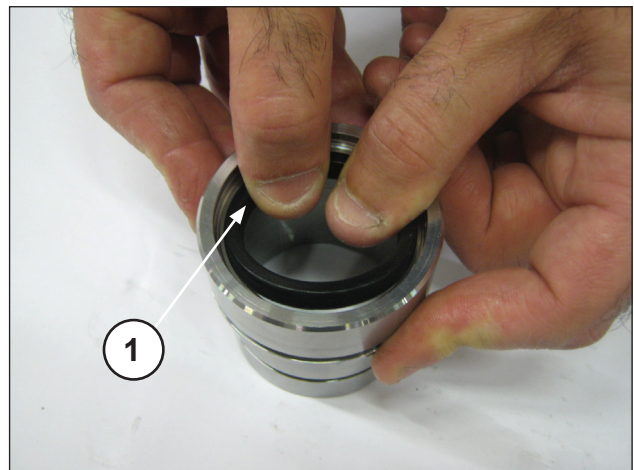
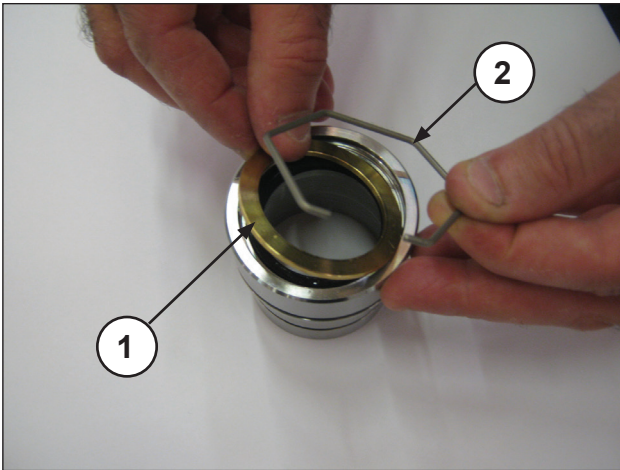
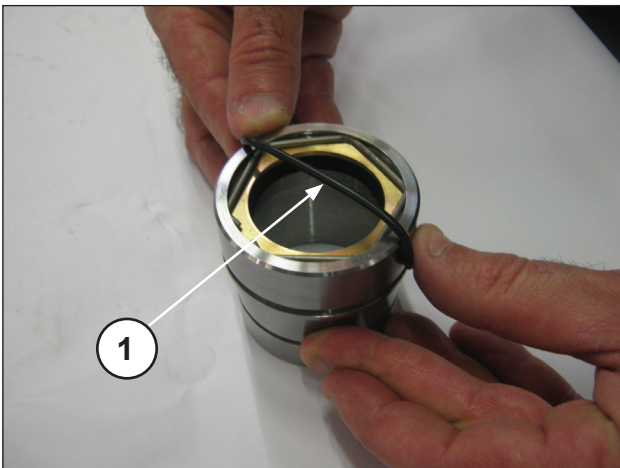

Abb. 52
Abb. 53
Abb. 54
Setzen Sie die ND-Dichtung in den Halter der Stopfbuchse ein (Pos. ①, Abb. 52) und achten Sie hierbei auf die Einbaurichtung mit nach vorn gerichteter Dichtlippe (zum Kopf hin). Danach den Dichtring, den Sicherungsring (Pos. ①②, Abb. 53) und den O-Ring (Pos. ①, Abb. 54) einsetzen.